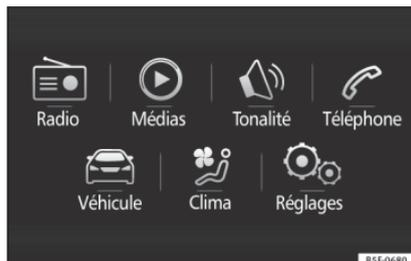

Fig. 34 Easy Connect : Menu principal.
- Appuyez sur la touche **MENU** du système puis sur le bouton **CAR** » fig. 34, ou sur la touche **CAR** du système, pour atteindre le menu **CAR** » fig. 35.